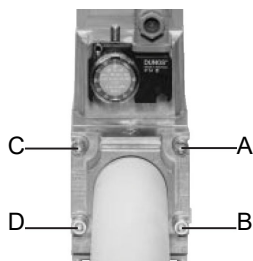
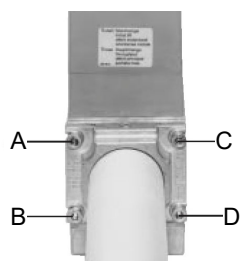

Рис. 11
Рис. 12
1. Расслабить винты А и В, но **не снимать** их (Рис. 11 и Рис. 12)
2. Отвинтить винты С и D (Рис. 11 и Рис. 12)